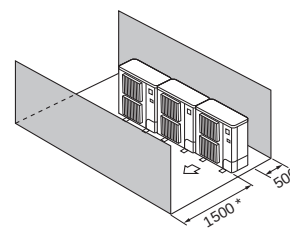

Fig. 2-11
- ④ Перешкоди лише спереду та ззаду (Fig. 2-11)